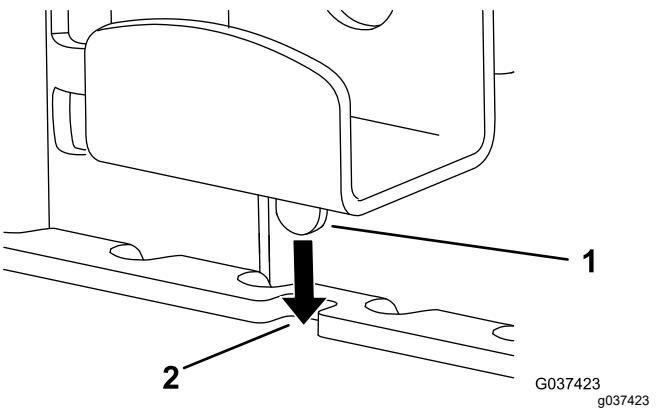

Bild 19
2. Lösen Sie das Handrad und senken die obere Halterung ab; setzen Sie die Nase in die Kerbe in der Scharnierhalterung (Bild 19).